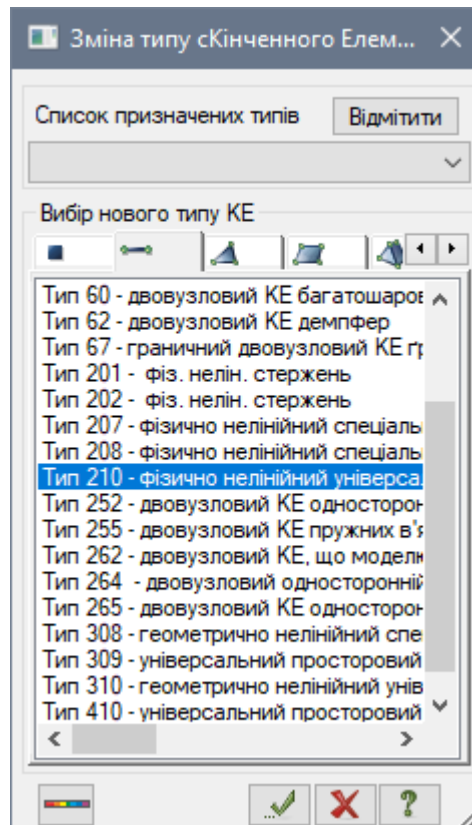

Рис. 7.18. Діалогове вікно **Зміна типу скінченного елемента**
- Натиснувши на кнопку  – **Зміна типу КЕ** (панель **Схема** на вкладці **Розширене редагування**) відкрийте діалогове вікно **Зміна типу скінченного елемента** (рис. 7.18).